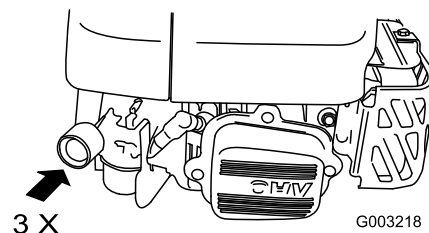

Figura 18
1. Apriete el cebador 3 veces con el dedo pulgar, presionando con fuerza, y manteniendo la presión durante un segundo antes de soltarlo (Figura 18).